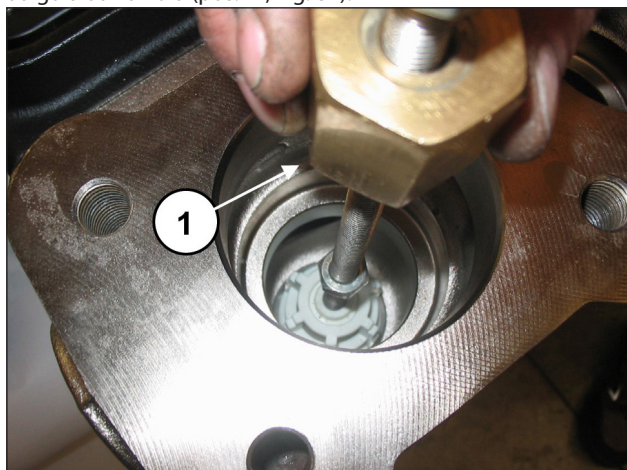

Fig. 84
Extraia o grupo da válvula de aspiração, mediante o uso de um extrator de mecanismo de percussão, para aplicar no furo M10 da guia da válvula (pos. ①, Fig. 84).